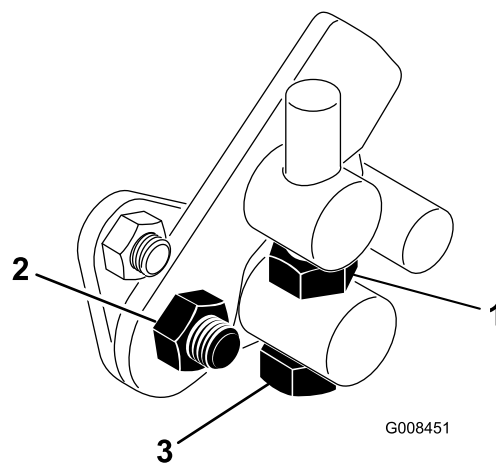

Figure 41
4. Serrez l'écrou de blocage sur le boulon de tourillon et l'écrou sur le pivot de la pédale pour bloquer le réglage (Figure 41). Vérifiez le réglage et ajustez-le si nécessaire.